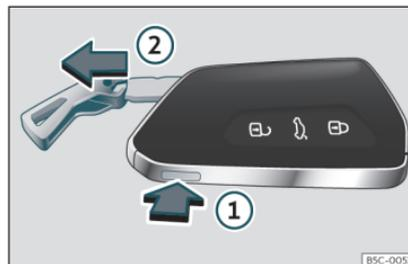

Fig. 67 Clé du véhicule : retirer le panneton.
- En appuyant une fois sur le bouton >>> **fig. 67** ①, le panneton est libéré et un œillet apparaît en guise de porte-clés.
- Maintenez le bouton ① enfoncé tout en tirant sur l'œillet dans le sens de la flèche >>> **fig. 67** ② pour extraire entièrement le panneton.